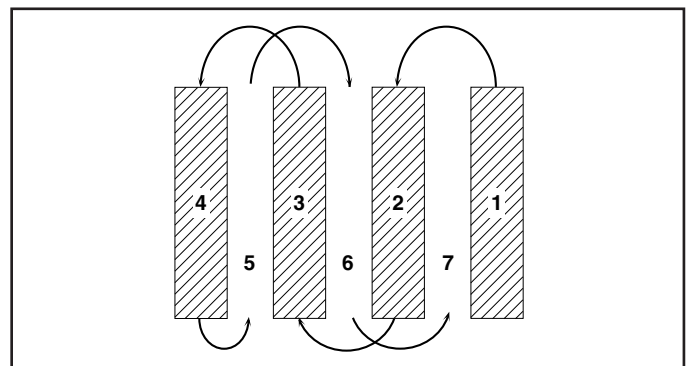

Fig. 9
- Vous trouverez le labourage beaucoup plus facile si vous laissez un rang non bêché entre les sillons. Puis retournez entre les sillons (Voir la fig. 9). Il y a deux raisons pour faire ceci. Premièrement, des virages larges sont beaucoup plus faciles à prendre que des demi-tours. Deuxièmement, la motobineuse ne vous entraînera pas vers le rang plus proche.